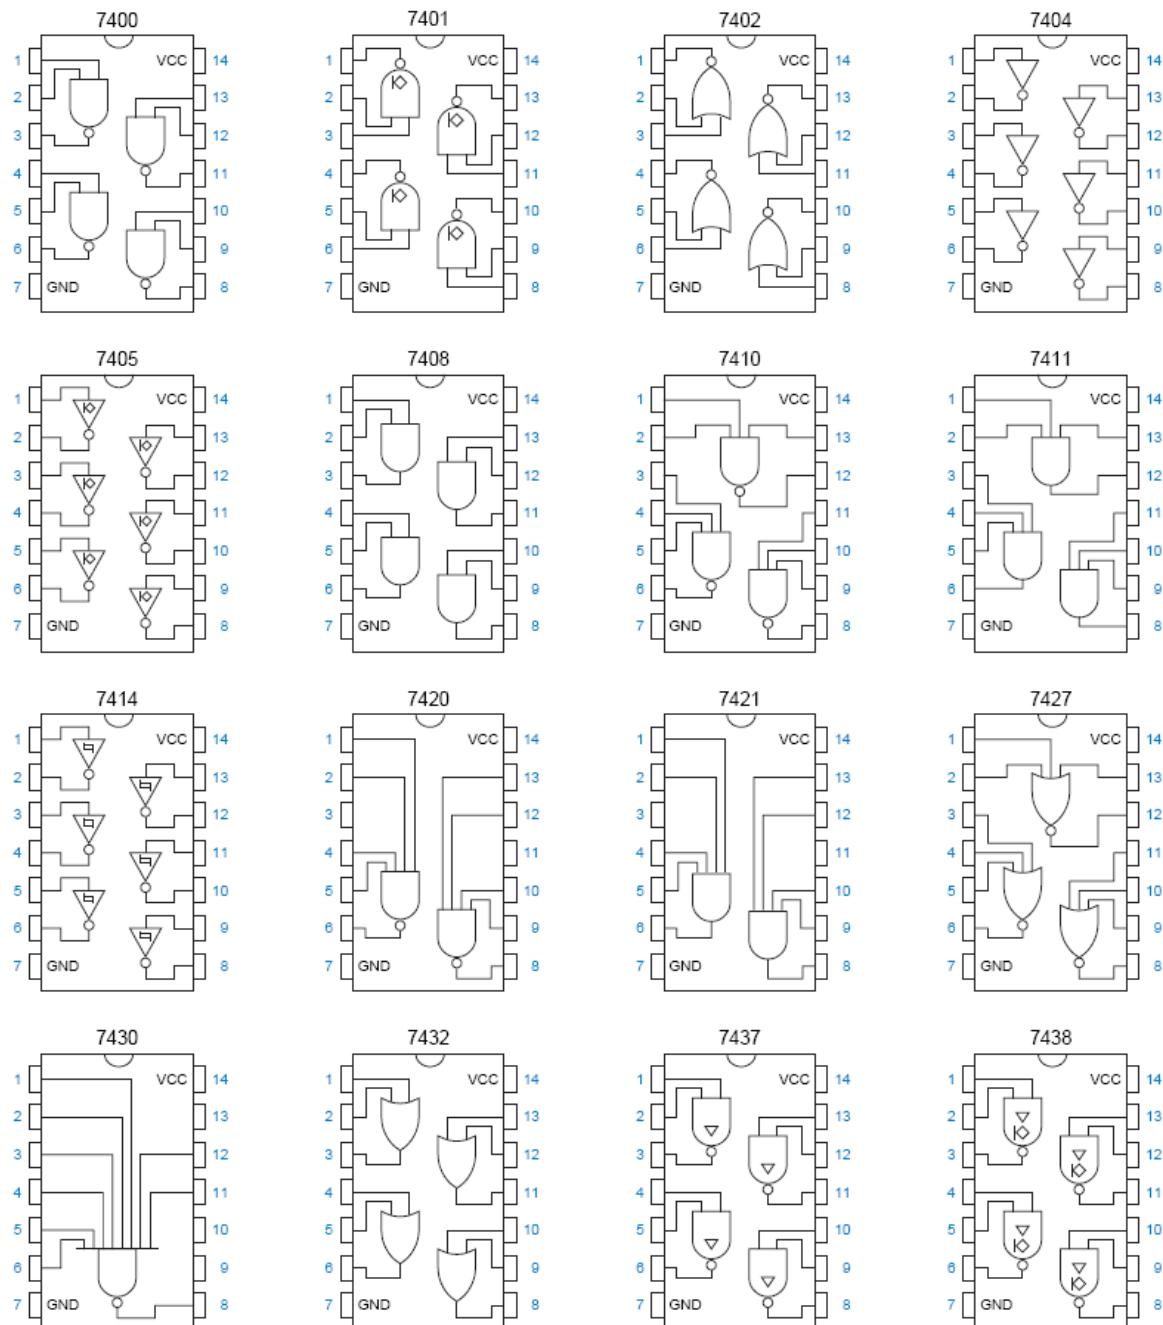

Figura 2 - Pinout de alguns dos integrados TTL mais utilizados.
A Figura 2 apresenta o *pinout* de alguns dos integrados da família TTL mais utilizados. Esses integrados contém apenas elementos digitais básicos (portas lógicas), existindo outros integrados com elementos mais complexos.
A Figura 3 apresenta uma porta lógica OR com 2 entradas (X e Y) e uma saída (Z). Como mostra a Figura 2, o circuito integrado 7432 contém 4 portas OR de 2 entradas.